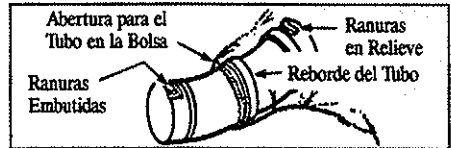
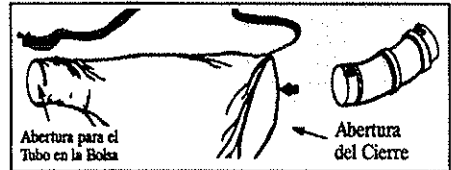

Figura 2
Figura 3
AVISO: Debe introducirse la punta del Tubo en "L" con las ranuras embutidas por la abertura para el tubo de la bolsa. Vea la Figura 2.
- Pase el Tubo en "L" por la abertura del cierre en la bolsa de aspiración (Figura 3). Luego empuje la punta del Tubo en "L" con las ranuras embutidas por la abertura para el tubo, en la otra punta de la bolsa. Figura 3. Asegúrese de que la abertura para el tubo en la bolsa quede al ras del reborde del tubo. Figura 2.